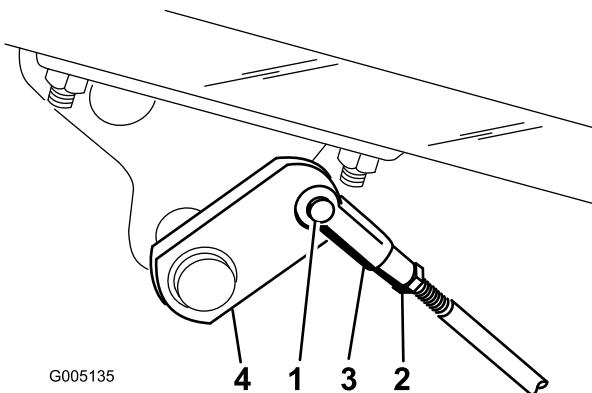

Figura 58
- Nel caso in cui i freni non si blocchino in modo uniforme, togliete la coppiglia ed il perno del cavallotto per scollegare le aste dei freni (Figura 58).
- Allentate il controdado e regolate il cavallotto come opportuno (Figura 58).
- Montate il cavallotto sull'albero del freno (Figura 58).